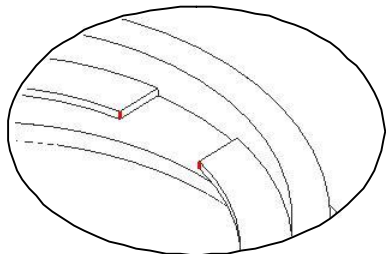
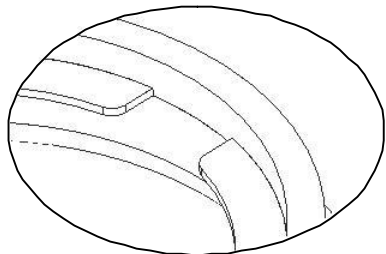

图5-59
图5-60
- 使用边倒圆功能创建圆角特征。选择图 5-59 所示的实体边缘，然后设置圆角半径为“2”，结果如图 5-60 所示。